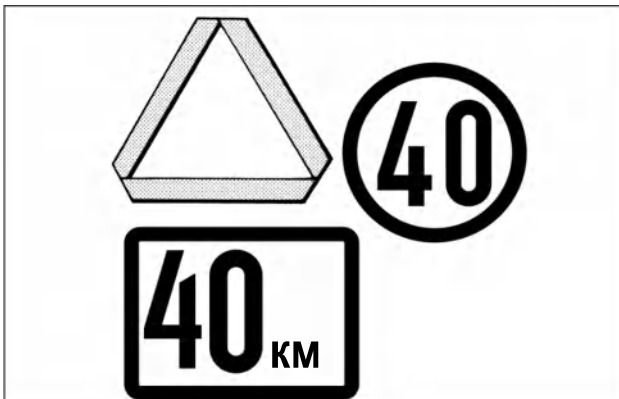

Рис. 2-39
- Убедитесь, что трактор и оборудование оборудованы знаками медленно движущегося транспортного средства или проблесковыми маячками, если этого требуют местные законы (рис. 2-39 и 2-40).